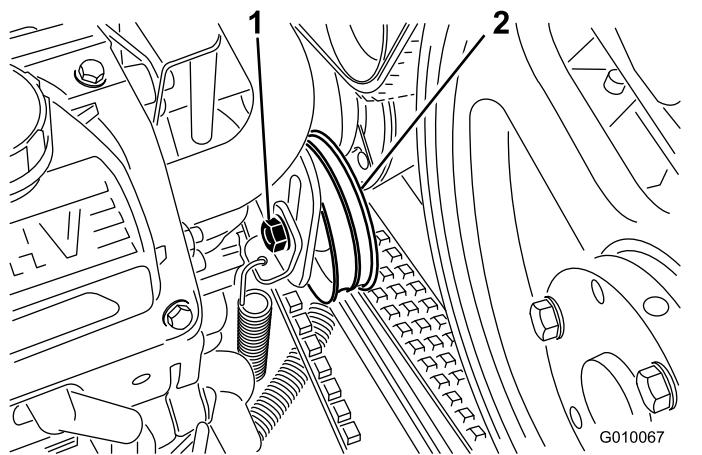

Figure 58
4. Desserrez le boulon de la poulie de tension de la courroie de pompe juste assez pour lui permettre de bouger dans la fente de réglage (Figure 58).